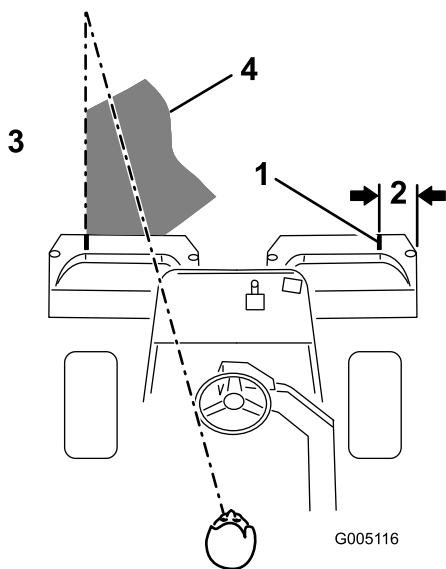

Figura 27
**Nota:** Para ayudar a mantener una línea recta a través del green y mantener la máquina a la misma distancia de la pasada anterior, imagínese una línea que va desde un punto situado a 1,8–3 m aproximadamente por delante de la máquina, hasta el borde de la parte no segada del green (Figura 27). Incluya el borde exterior del volante como parte de la línea imaginaria, es decir, mantenga el borde del volante alineado con un punto que se mantiene siempre a la misma distancia de la parte delantera de la máquina.